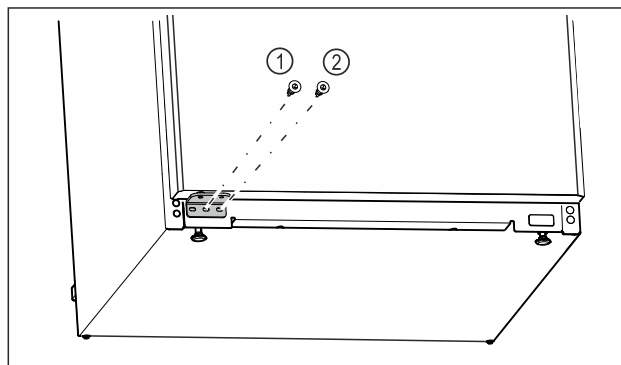

Fig. 25
- ▶ Înșurubați ferm șurubul din mijloc al suportului de lagăr Fig. 25 (1) cu șurubelnița Torx 20.
- ▶ Înșurubați ferm șurubul din interior al suportului de lagăr Fig. 25 (2) cu șurubelnița Torx 20.